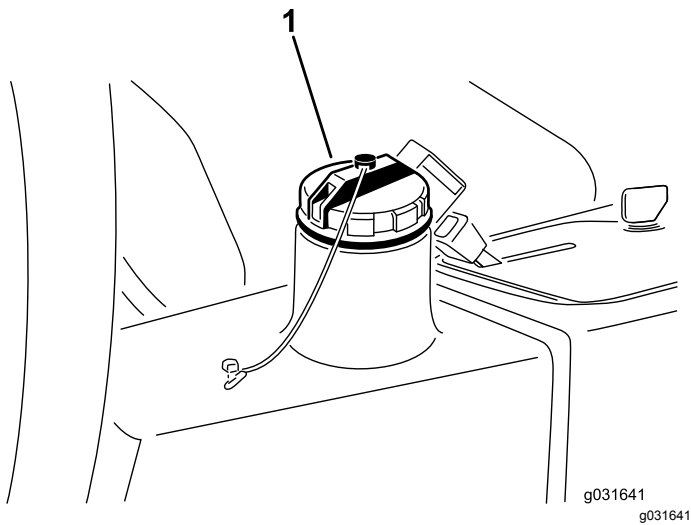

Bild 65
- Füllen Sie den Behälter (Bild 65) mit ca. 13,2 Liter Hydrauliköl, siehe Prüfen der Hydraulikanlage (Seite 54).